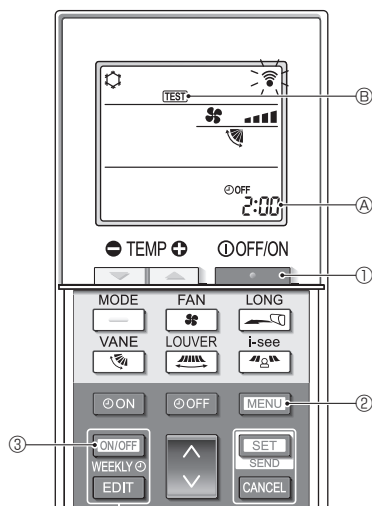
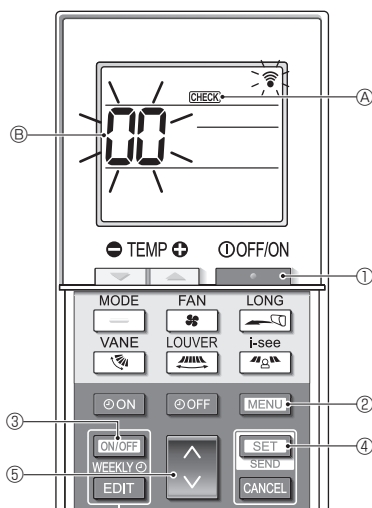

Fig. 7-4
Fig. 7-5
■ Сынақты жүргізу (Fig. 7-4)
1. Кондиционерді тоқтату үшін түймесін ① басыңыз.
- Егер апталық таймер қосылса (қосулы), оны өшіру үшін түймесін ③ басыңыз (өшірулі).
2. түймесін ②-5 секундқа басыңыз.
3. түймесін ② басыңыз.
- ③ қосылып, құрылғы сынақты жүргізу режиміне ауысады.
- Сынақты жүргізуді тоқтату үшін түймесін ① басыңыз.
■ Өзіндік тексеру (Fig. 7-5)
- ④ қосылып, құрылғы өзіндік тексеру режиміне ауысады.
3. Өзіндік тексеруді орындау қажет ішкі блоктың суық агент мекенжайын (M-NET мекенжайы) ⑥ таңдау үшін түймесін ⑤ басыңыз.
4. түймесін ④ басыңыз.
5. түймесін ① басыңыз.
- ④ және суық агент мекенжайы (M-NET мекенжайы) ⑥ өшеді және өзіндік тексеру аяқталады.